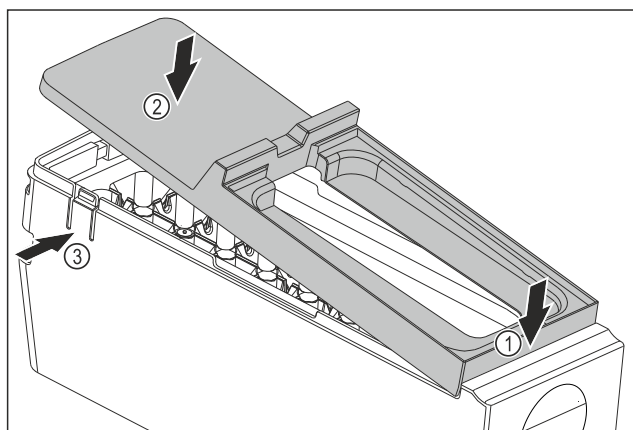

Fig. 120
- ▶ Monter le couvercle du corps de l'EasyTwist-Ice : Placer le couvercle à l'avant. Fig. 120 (1)
- ▶ Abaisser le couvercle à l'arrière. Fig. 120 (2)
- ▷ L'enclenchement du couvercle dans les deux languettes Fig. 120 (3) se fait entendre.